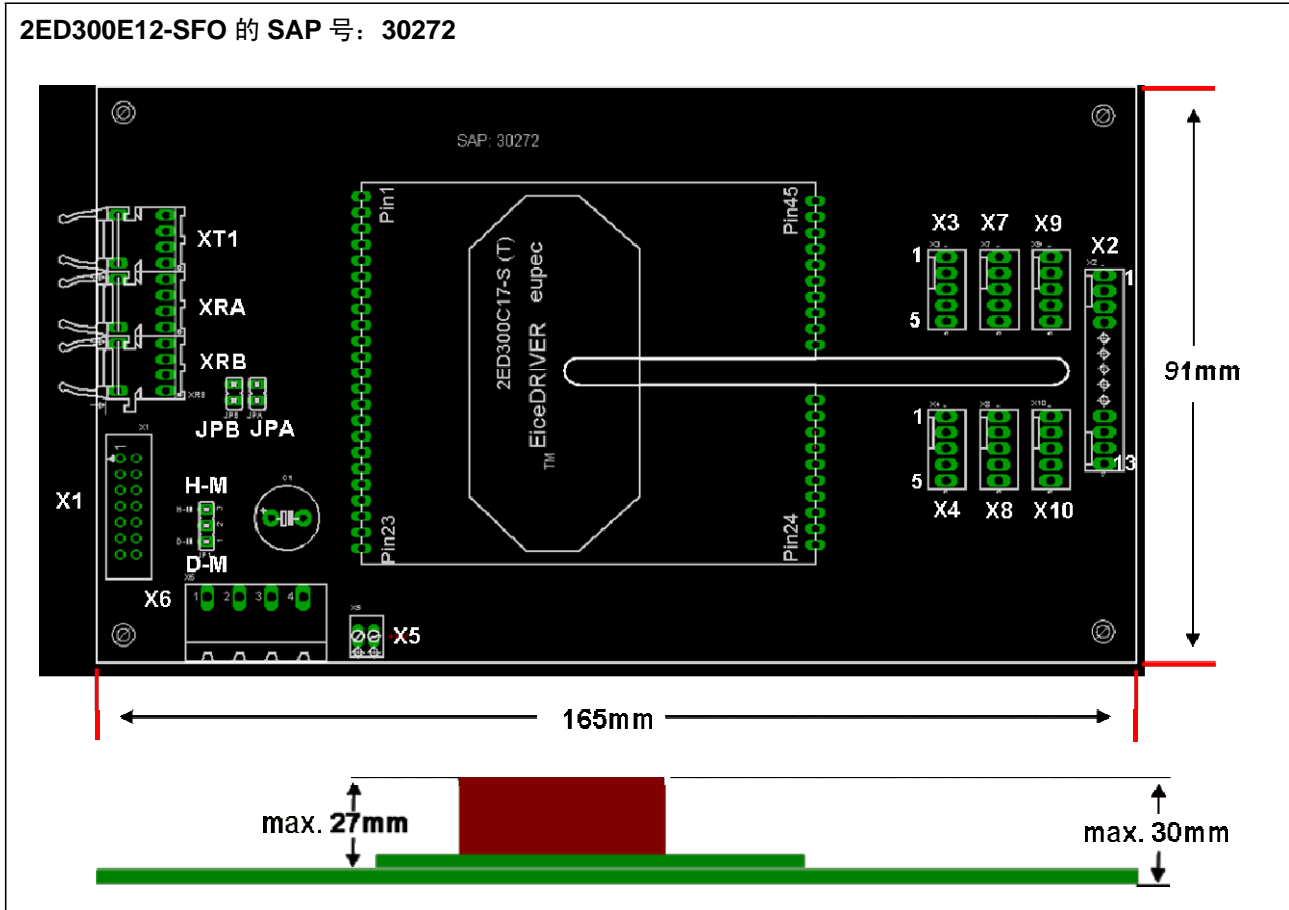

图 3 2ED300E17-SFO 尺寸
装配有驱动器的 2ED300E17-SFO 外形如图 3 所示。
将合适的信号¹ 施加于连接器 X1 中的适当管脚，便可激活电气接口，如第 2.4 节、表 4 和表 5 所示。该模式下，图 3 中可见的跳线 JPA 和 JPB 必须开路。
使用光学接口驱动 IGBT 时，光纤电缆应连接到接收器 XRA 和 XRB，以便分别驱动通道 A 和通道 B。这种情况下，跳线 JPA 和 JPB 必须闭合（图 3）。除连接到 X1 的电源外，不需要其它电气信号。其它连接应移除。把电源连接到 X5 或 X6，让 X1 完全不连接，可能是最简单的解决方案。
- 直接模式 – 通道 A 和 B 均按照 PWM 信号工作。可以同时开启 A 和 B 两个通道。将 JP1 跳线设置到标有 D-M 的位置（使图 3 中的管脚 1 和 2 短路），可激活这种工作模式。使用跳线 JP1 时，无需将 X1.12 短接到电源 GND。
- 半桥模式在以半桥配置驱动 IGBT 时特别有用。适当选择电容值 C4 和 C5，便可提供所需的 A 和 B 通道间死区时间。将 JP1 跳线设置到标有 H-M 的位置（使图 3 中的管脚 2 和 3 短路），可激活这种工作模式。使用跳线 JP1 时，无需将 X1.12 短接到 V_{DC}。表 8 显示了死区时间与这些电容值的关系。不连接电容的死区时间为 1,6µs。